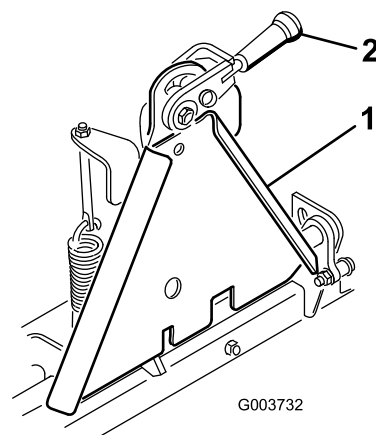

Figura 1
Nota: Verifique se a alavanca de bloqueio (Figura 1) está inclinada para a esquerda (posição de desbloqueio) vista da parte de trás da máquina.
5. Incline a alavanca de bloqueio para a direita para prender os adaptadores (Figura 1).